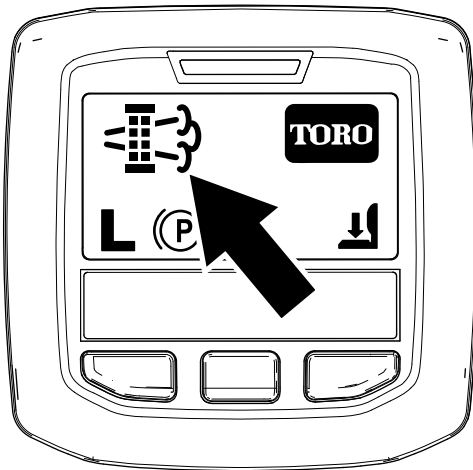

Bild 80
- Wenn der Motorcomputer eine geparkte Regenerierung oder eine Wiederherstellung-Regenerierung anfordert, wird das Symbol für die Anforderung einer Regenerierung (Bild 80) im InfoCenter angezeigt.